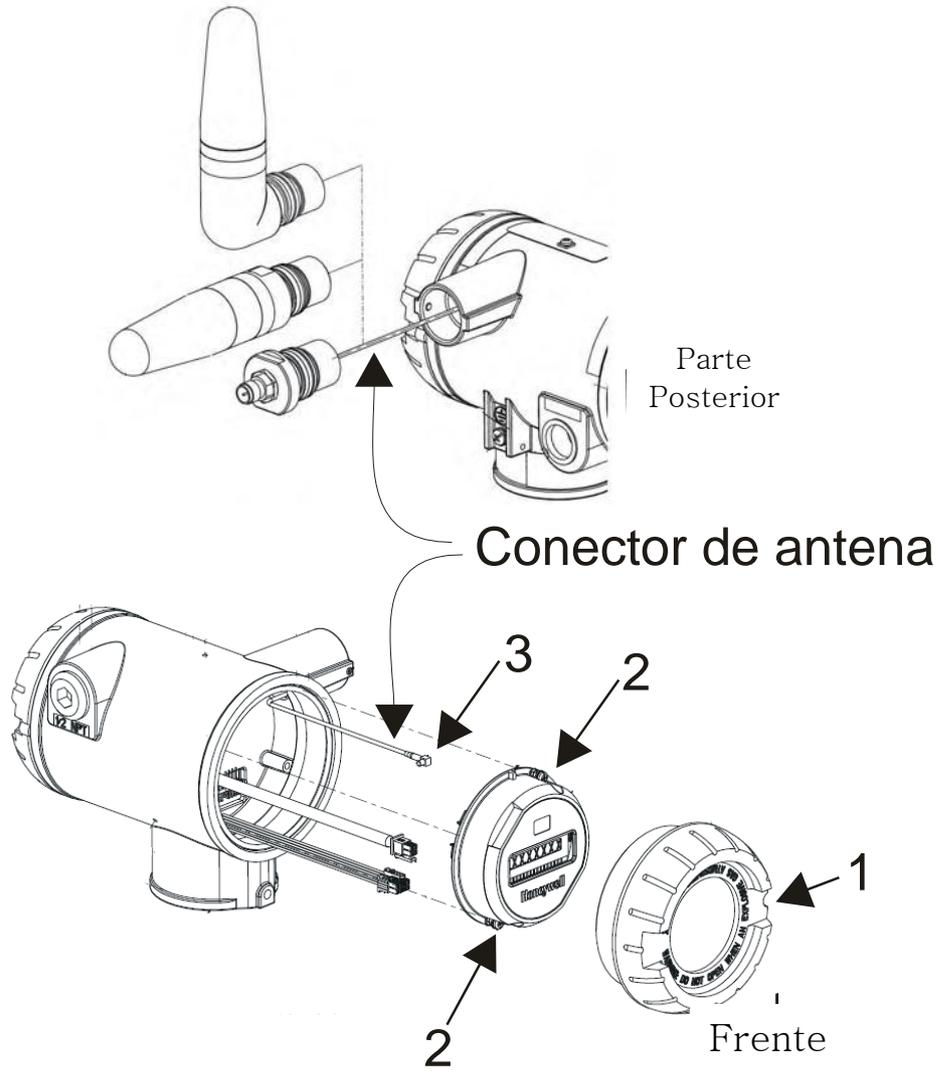

Figura 11 Substituição da antena
2	Solte a trava M3 parafuso de fixação no display de extremidade da tampa. Ver item 1 na Figura 11. Desparafuse e remova a tampa de ponta frontal.
3	Desaperte os dois parafusos no módulo do sensor. Ver item 2 na Figura 11.
4	Remova o módulo sensor do corpo do transmissor e desconecte o conector da antena do conector CN2 do módulo sensor. Ver item 3 na Figura 11.
5	Solte o parafuso de fixação na base da antena. Desparafuse a antena do transmissor. Remova antena e seu conector do transmissor. Veja a Figura 11.
7	Anexar conector de antena ao conector CN2 do módulo sensor. Ver item 3 na Figura 11.
8	Inserir módulo sensor. Orientar na orientação correta visualização antes de apertar os dois parafusos do compartimento do sensor. Ver item 2 na Figura 11. Torque os parafusos a 0,4 – 0,6 N-M (3.5 – 5.3 Lb-in).